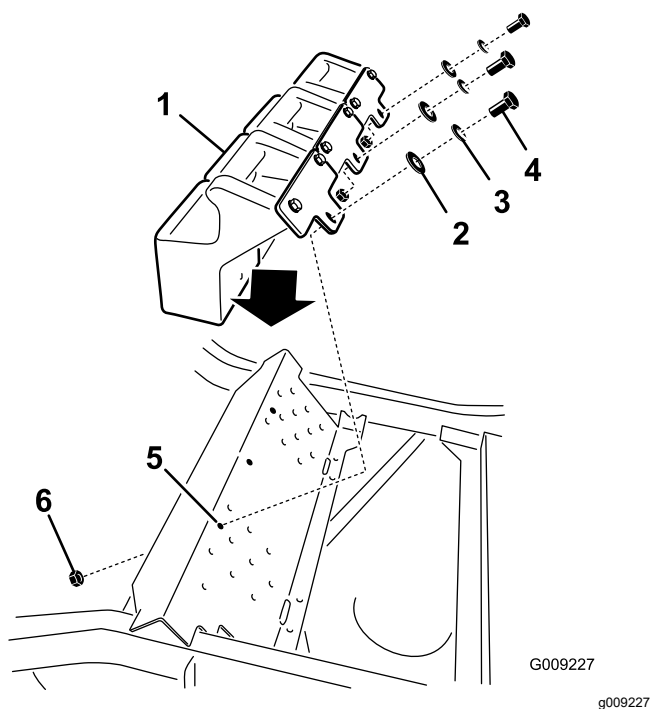

Figura 35
5. Montate i pesi anteriori sopra il poggiatesta (Figura 35).
6. Fissate le zavorre anteriori sopra al poggiatesta e alla staffa di montaggio con 6 bulloni ($\frac{3}{8}$ " x 1"), 6 rondelle di bloccaggio ($\frac{3}{8}$ "), 3 dadi flangiati ($\frac{3}{8}$ ") e 6 rondelle piane ($\frac{3}{8}$ "), come illustrato nella Figura 35.